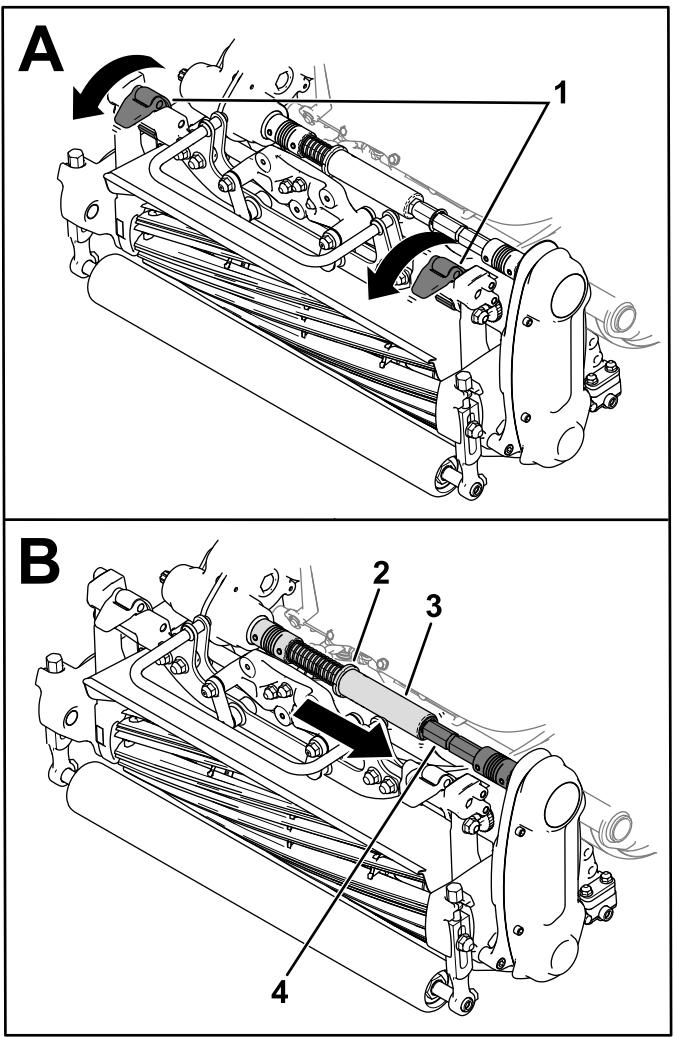

Figura 43
3. Mova os trincos da suspensão para baixo para prender a unidade de corte à máquina (Figura 43).
4. Mova o anel para fora da ranhura do veio da união da transmissão e insira o tubo hexagonal no veio da união da unidade de corte (Figura 43).